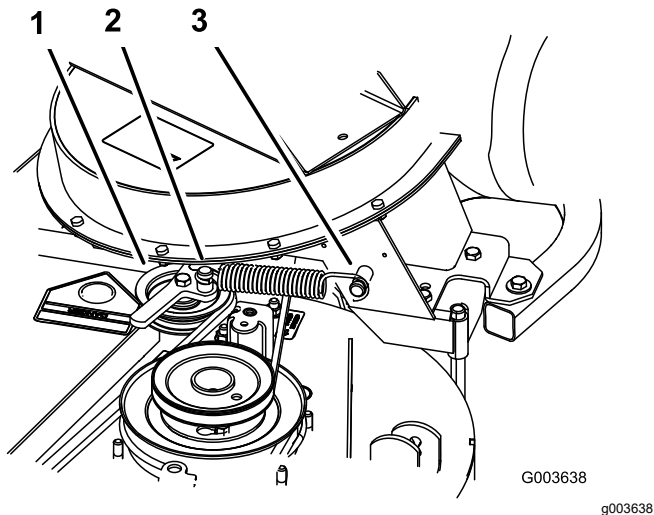

Figure 18
4. Instale el muelle según se muestra en Figure 18.